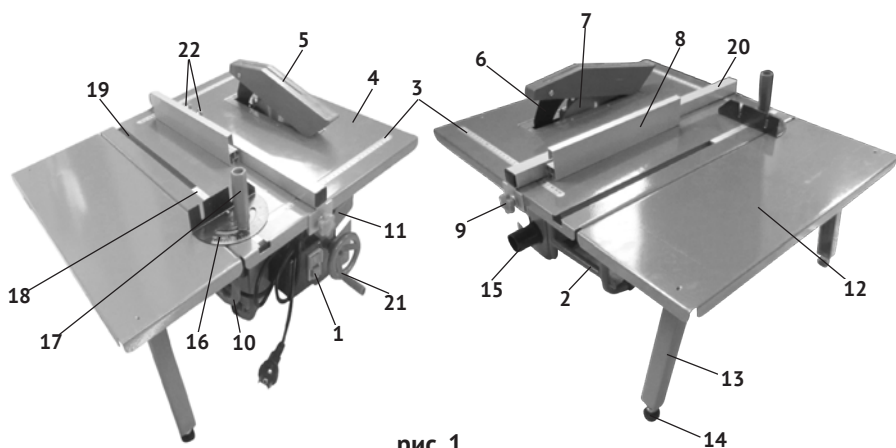

рис. 1
1.6 Общий вид пилы представлен на рис.1
1.7 Асинхронный двигатель крепится на платформе, закреплённой на трубчатой раме (рис.1 поз.2), под основным рабочим столом (рис.1 поз.4). Трубчатая рама является основным несущим элементом пилы. На вал якоря двигателя, между опорным и зажимным фланцами, крепится пильный диск (рис.1 поз.7).
На защитном кожухе верхнем (рис.1 поз.5) и боковой панели нанесены стрелки, указывающие направление вращения диска.
К основному рабочему столу (справа или слева) может быть закреплён дополнительный стол (рис.1 поз.12) для работы с более габаритными заготовками.
1.8 Для установки распиливаемой заготовки в нужном положении, на рабочем столе (с двух сторон) нанесена метрическая шкала (рис.1 поз.3).
Заготовка размещается на рабочем столе (рис.1 поз.4) в нужном положении с помощью параллельного (рис.1 поз.8) или углового упора (рис.1 поз.16), закрепляемого в паз (рис.1 поз.19) основного рабочего стола. Распиливаемая заготовка подаётся оператором по рабочему столу к пильному диску вручную.
1.9 Выключатель – магнитный пускатель (рис.1 поз.1) расположен в торце передней части пилы. Он имеет две кнопки: зелёная с символом «I» - включение двигателя и красная с символом «0» - выключение двигателя (МЭК 60417).
Установка параллельного упора возможна с любой стороны от отрезного круга. Пластина упора (рис.1 поз.8) имеет высокий и низкий плоские бортики, для обработки заготовок разной толщины. Кроме того, низкий бортик согнут под углом 90°, что обеспечивает удобную установку и перемещение его вдоль закреплённой на столе планки (рис.1 поз.20).
- установить на бортики рабочего стола направляющие зажимы (держатели) планки параллельного упора (рис.1 поз.20) с двух сторон рабочего стола;
- ослабив винты-барашки (рис.1 поз.9) зажимов, сдвинуть планку параллельного упора на необходимое расстояние от режущего диска.
Точность установки контролируется по шкалам (рис.1 поз.3), с двух сторон рабочего стола.
- прикрепить пластину упора (рис.1 поз.8) к планке (рис.1 поз.20) двумя винтами-барашками (рис.1 поз.22).
- вставить планку упора (рис.1 поз.18) в паз (рис.1 поз.19) основного рабочего стола;
- ослабить рукоятку упора (рис.1 поз.17) поворотом против часовой стрелки;
- повернуть угловой упор (рис.1 поз.16) на нужный угол, используя шкалу транспортира;
- повернуть угловой упор (рис.1 поз.16) на нужный угол, используя шкалу транспорта;